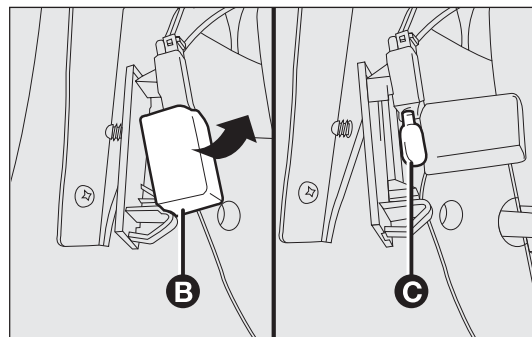

fig. 164
- aprire il coprilampada B-fig. 164 e sostituire la lampada C inserita a pressione;